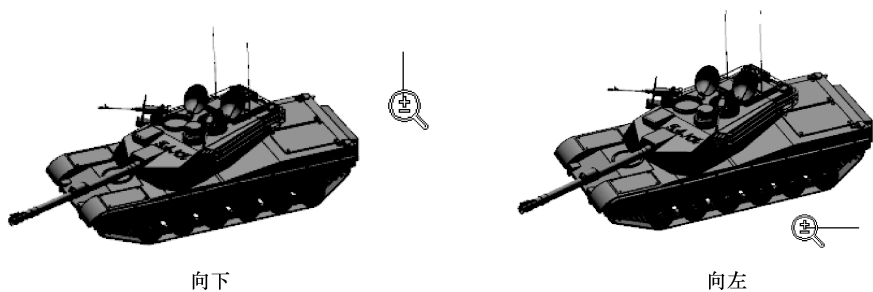

图 1-25 放大视图
- 03 在图 1-25 中，选择一个缩放点，然后鼠标向下或向右平移，随着橡皮筋的拉长，视图被逐步放大。